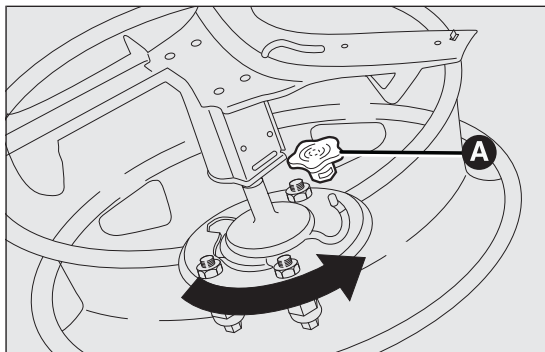

fig. 125
- ☐ fijar el soporte dentado de la rueda pinchada con los 2 tornillos (introducir el soporte desde el exterior de la rueda). Volver a enganchar el cable metálico de retención en su alojamiento e introducir el capuchón de protección A fig. 125;